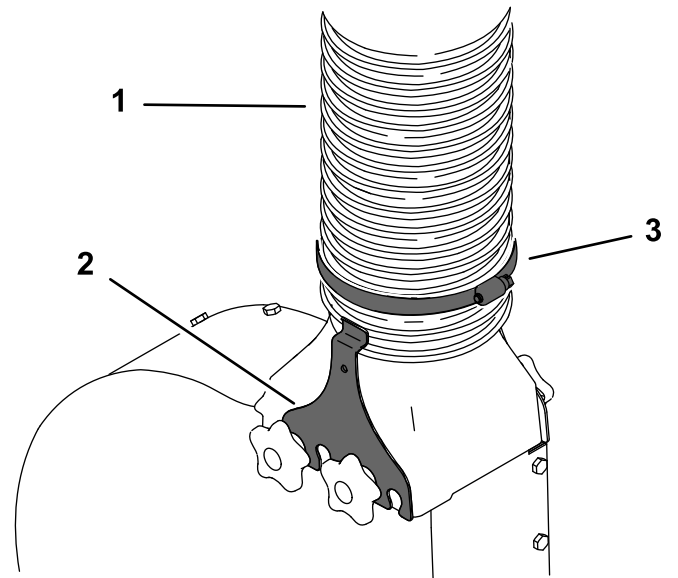

Bild 20
2. Befestigen Sie das andere Ende des Rohrs mit einer Schlauchklemme und zwei Gebläseklemmen am Gebläse (Bild 20).